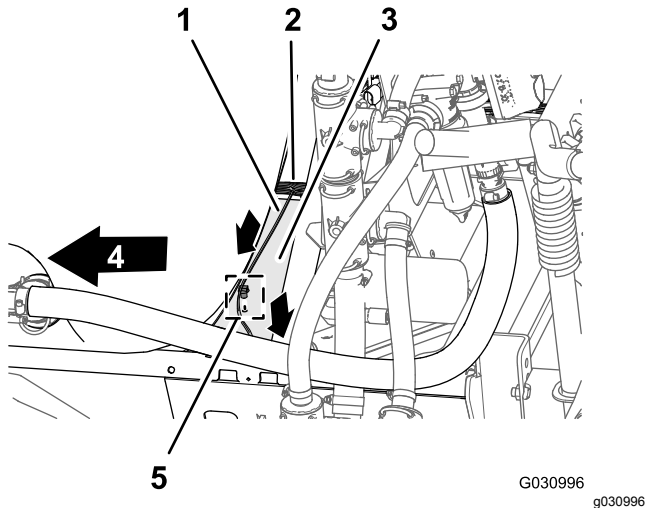

Figura 127
1. Passe a secção com 86 cm da cablagem para o solenoide da bomba do pulverizador através da parte superior do canal da estrutura do pulverizador e para baixo na direcção do solenoide da bomba do pulverizador (Figura 127).
2. Insira o fixador serrilhado da secção com 86 cm da cablagem no orifício no canal da estrutura do pulverizador (Figura 127).